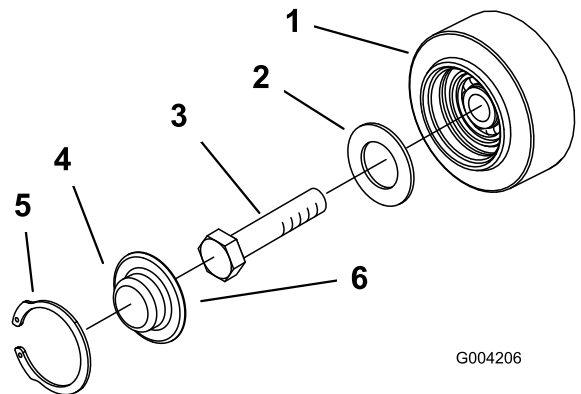

Figura 46
3. Rimuovere l'anello elastico e il tappo da una ruota non motrice (Figura 46).
4. Controllare il grasso sotto il tappo e attorno alla guarnizione (Figura 46). Se risulta sporco, sabbioso o consumato, eliminarlo completamente, sostituire la guarnizione e applicare del grasso nuovo.
6. Collocare il tappo ingrassato della ruota non motrice sulla testa del bullone (Figura 46).
7. Fissare il tappo della ruota con l'anello elastico (Figura 46).